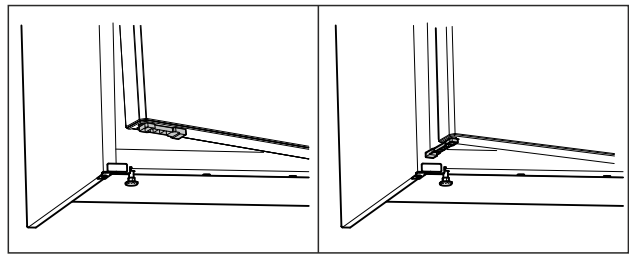

Fig. 56 *
- ▶ Girar el limitador de apertura de puerta 90°. (consulte Fig. 56) *